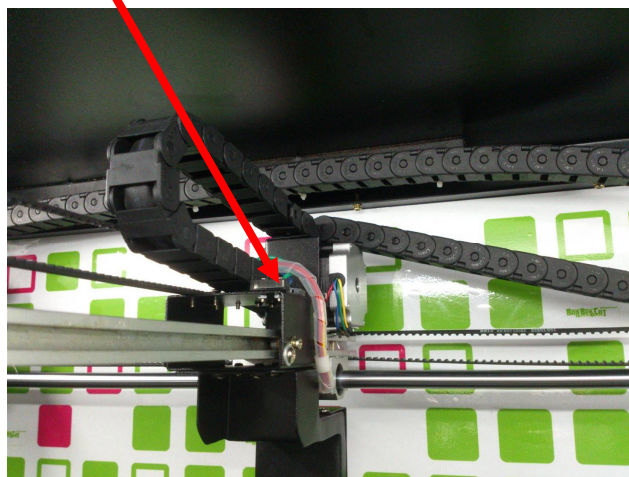

图 5
2、当投币显示板显示 Er02 时表示前面开关故障如图 5。